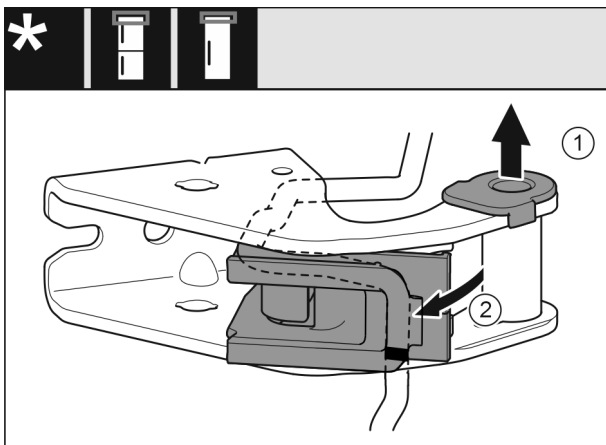

Fig. 24
- ▶ Витягніть із прямої опорної втулки. Fig. 24 (1)
- ▶ Поверніть вбік тримач кабелю. Fig. 24 (2)